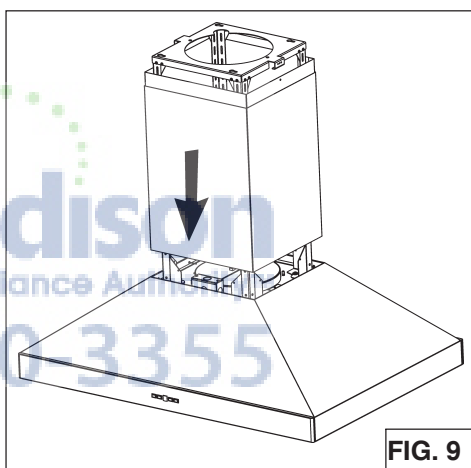
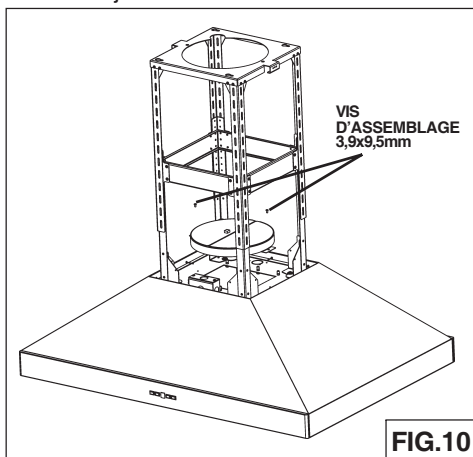

FIG. 9
FIG.10
- Introduire le **conduit supérieur et inférieur** à la structure de support (Fig.9).
- Monte la campana al techo con los (4) tornillos 6x70mm instalados previamente. Apriete estos tornillos. Instale (2) tornillos de 6x70mm adicionales, como se muestra en la ilustración. Asegúrese de que todos los (6) tornillos estén firmes.
- Fixez la hotte au plafond et installez le (2) vis supplémentaires (6x70mm).
- Fixer le Collier d'évacuation au haut de votre hotte, la fixation a lieu au moyen des 2 vis (3.9x9.5mm) qui se trouvent à l'intérieur du sachet accessoires (Fig.10).